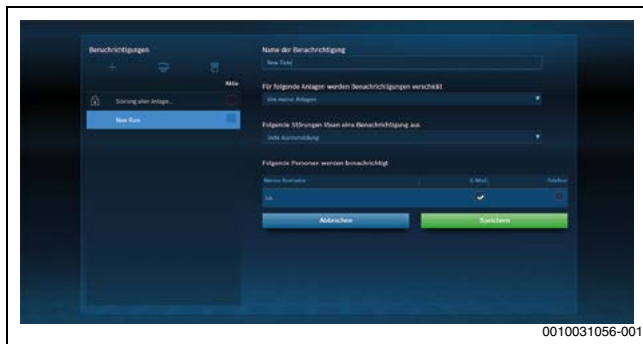

Рис. 47 Control Center CommercialPLUS: повідомлення електронною поштою/SMS
- Повідомлення **електронною поштою або SMS** (→ рис. 47)